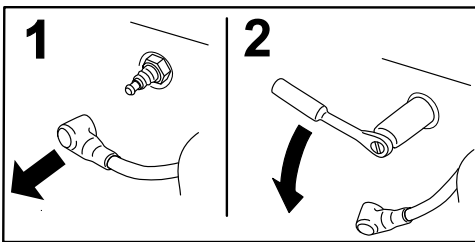

Figura 12
- Togliete la candela come illustrato nella Figura 12.